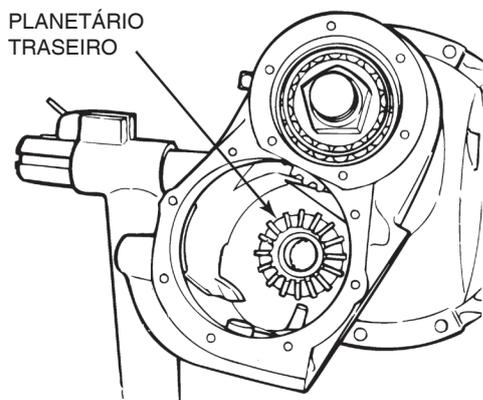

Figura 5.78
3. Instale o conjunto do planetário traseiro e rolamento cone através do anel de travamento e na caixa do diferencial. Figura 5.78.